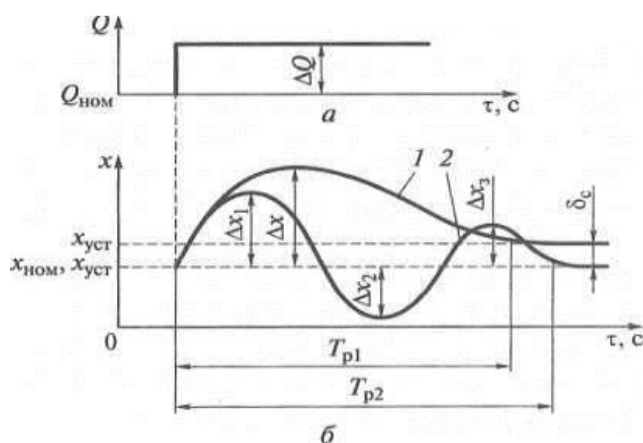

Рис. 1. Показатели качества переходных процессов САР: а — график скачкообразного возмущающего воздействия; б — переходные процессы
2. Изобразить показатели качества процесса регулирования (рис. 1) и заполнить таблицу 1.
Для различных систем регулирования важен характер затухания переходного процесса. Так, затухание переходного процесса может происходить медленно или быстро: медленно значит система долго выходит на новый установившийся режим, т.е. она обладает недостаточным быстрым действием, следовательно, применение ее ограничено; если затухание переходного процесса в САР происходит быстро, то система обладает высокой степенью работоспособности. Переходный процесс может быть с большим или малым отклонением регулируемого параметра от заданного значения. Следовательно, устойчивость — необходимое, но недостаточное условие работоспособности САР. Достаточным условием является качество процесса регулирования, которое оценивается по форме переходного процесса, полученного в результате единичного скачкообразного возмущения АО, относительно его номинального значения $Q_{ном}$ (рис. 1, а).
Основными показателями качества процесса регулирования являются: продолжительность регулирования, перерегулирование, степень затухания, статическая ошибка, максимальное динамическое отклонение параметра (рис. 1, б).